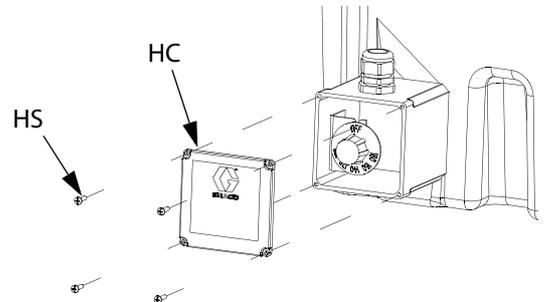

Рис. 13. Крышка погружного нагревателя
9. Установите крышку погружного нагревателя (HC) при помощи винтов (HS). См. Рис. 13.
10. Откройте люк распределительной коробки и удалите соответствующую заглушку провода нагревателя. Установите кабельный ввод втулки (302). Проведите кабель питания (303) через кабельный ввод.